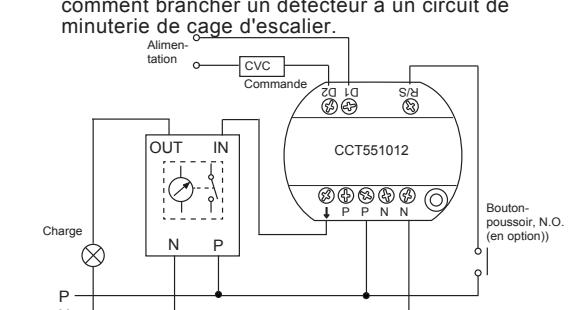

Fig 8. Détecteur combiné à un circuit de minuterie de cage d'escalier
3.2.2.2 La borne R&S fournit un point de raccordement optionnel pour un bouton-poussoir. La FIG. 8 indique comment brancher un détecteur à un circuit de minuterie de cage d'escalier.
3.3.4.5 Voir la FIG. 13 pour assembler la tête de capteur sur le boîtier électrique, puis voir les schémas de câblage (voir FIG. 3 et FIG. 8) pour un branchement correct.